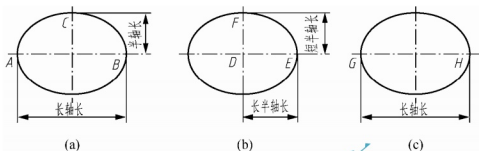

图 3-15 绘制椭圆
(1) 【指定椭圆的轴端点】：根据椭圆第一条轴的两个端点和另一轴长度的一半绘制椭圆(图 3-15(a))。操作过程如下：
(2) 【中心点(C)】：通过指定的中心绘制椭圆(图 3-15(b))。操作过程如下：
(3) 【旋转(R)】：通过绕第一条轴旋转圆来创建椭圆(图 3-15(c))。操作过程如下：